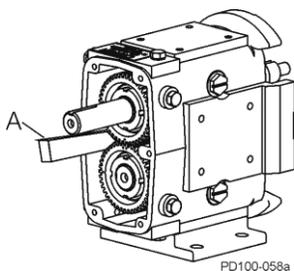

Figure 61 - Blocage de la rotation de l'arbre
4. Utilisez un bloc de bois ou de nylon (figure 61, élément A) pour empêcher les arbres de tourner. Si aucun bloc n'est disponible, utilisez des chiffons pour bloquer les engrenages ou, si un rotor se trouve sur l'arbre, bloquez le rotor à l'aide d'une cheville en nylon.